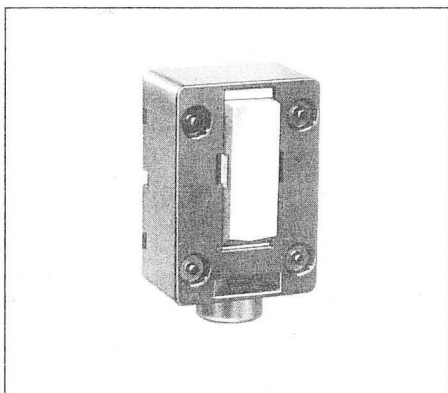

Bild 5 Vorlauffühler VFAN
1.2 Vorlauffühler VFAN (Bild 5)